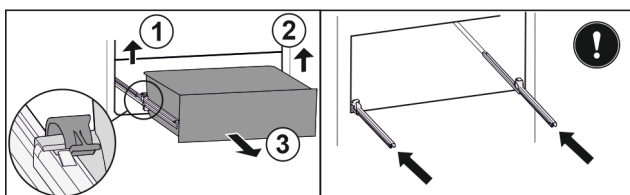

Fig. 116
- ▶ Dvignite levo spojko in hkrati povlecite predal levo naprej. Fig. 116 (1)
- ▶ Dvignite desno spojko in hkrati povlecite predal desno naprej. Fig. 116 (2)
- ▶ Predal vzemite ven v smeri naprej. Fig. 116 (3)